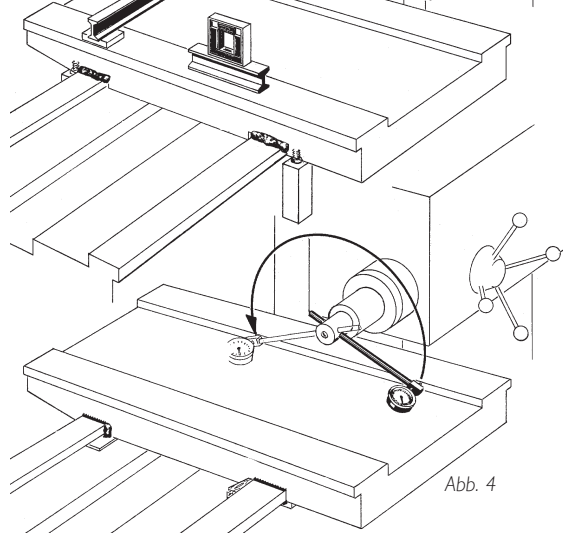

Abb. 4
4) Zur Überprüfung der rechtwinkligen Lage der Bettschlittenführung zur Spindelachse wird eine Vorrichtung wie in Abb. 4 gezeigt verwendet. Die Berichtigung der Lage erfolgt durch zwei Keile an der vorderen senkrechten Führung zwischen Bett und Bettschlitten.